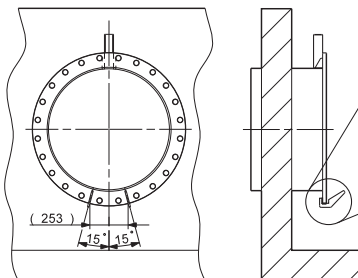

Рис. 4 Положение направляющих клыков
3. SRG.xx.80.xx: Приварить направляющие клыки к соединительному фланцу. См. рис. 4.